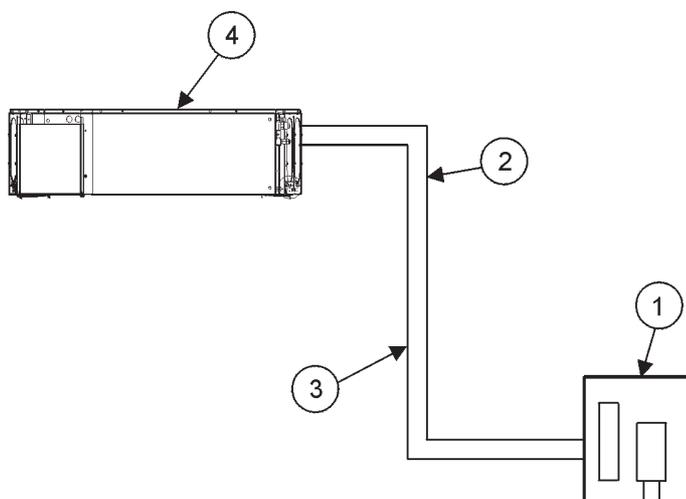

Fig. 21. Unité extérieure installée à un niveau inférieur à celui de l'unité intérieure
- L'unité extérieure est installée à un niveau inférieur à celui de l'unité intérieure conformément aux données du tableau n° 1 (cf. fig. 21). Ce type d'installation ne requiert aucun siphon d'huile. Cf. les instructions détaillées au paragraphe précédent.